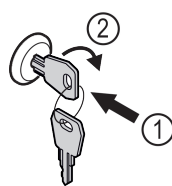

Fig. 150
- ▶ Uvucite ključ Fig. 150 (1).
- ▶ Okrenite ključ za 90° nadesno Fig. 150 (2).